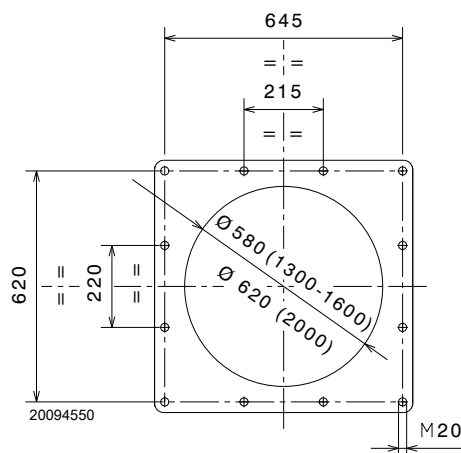

图 13
如图 13 所示, 在锅炉前炉门上钻孔。
- ▶ 将燃烧器整体安装到之前在锅炉前炉门钢板上已钻好的孔，如图 13 所示，拧紧随附的螺丝(紧固扭矩为 250 ÷ 300 Nm)。